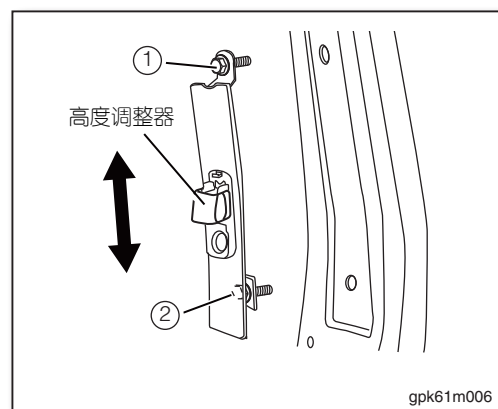

图6
2. 调整高度调整器至最高点，拆下固定螺栓 ①，调整高度调整器至最低点，拆下固定螺栓 ② (如图6)。